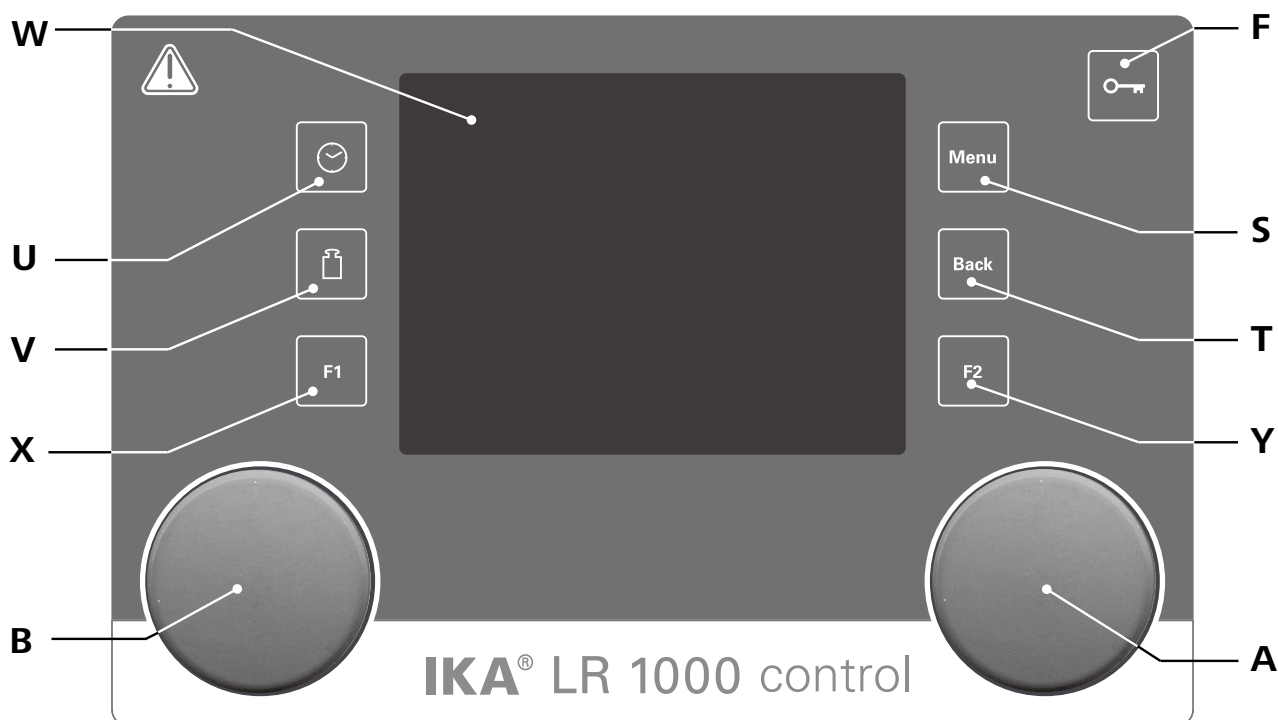

Fig. 12
Вращая поворотную-нажимную ручку (A), можно регулировать заданную частоту вращения. Для запуска мешалки нажмите поворотную-нажимную ручку (A, см Fig. 12).
Вращая поворотную-нажимную ручку (B), можно регулировать заданную температуру. Для включения нагрева нажмите поворотную-нажимную ручку (B, см Fig. 12).